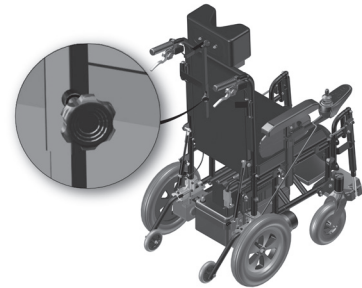

Figura 6.1- Indicação do manípulo de regulagem de altura do apoio cabeça
a. Para regular a altura basta girar o manípulo, que está localizado junto ao encosto da poltrona (indicado na figura 6.1) no sentido anti-horário e deslize-lo para cima ou para baixo até atingir a altura pretendida, após gire o manípulo no sentido horário para travar.